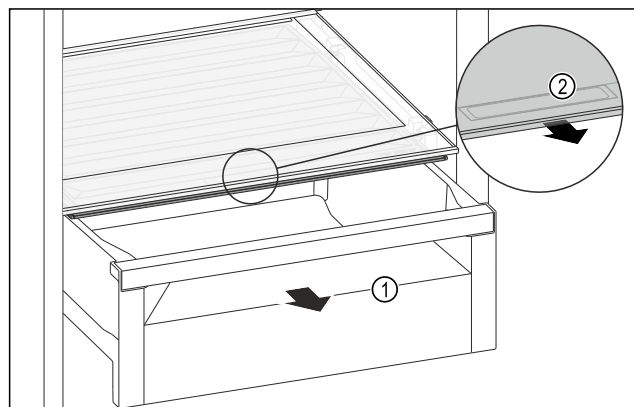

Fig. 108
- ▶ 拉出抽屉 Fig. 108 (1)。
- ▶ 抓住抽屉盖上的内嵌式拉手 Fig. 108 (2)，并同时向前拉出抽屉盖。